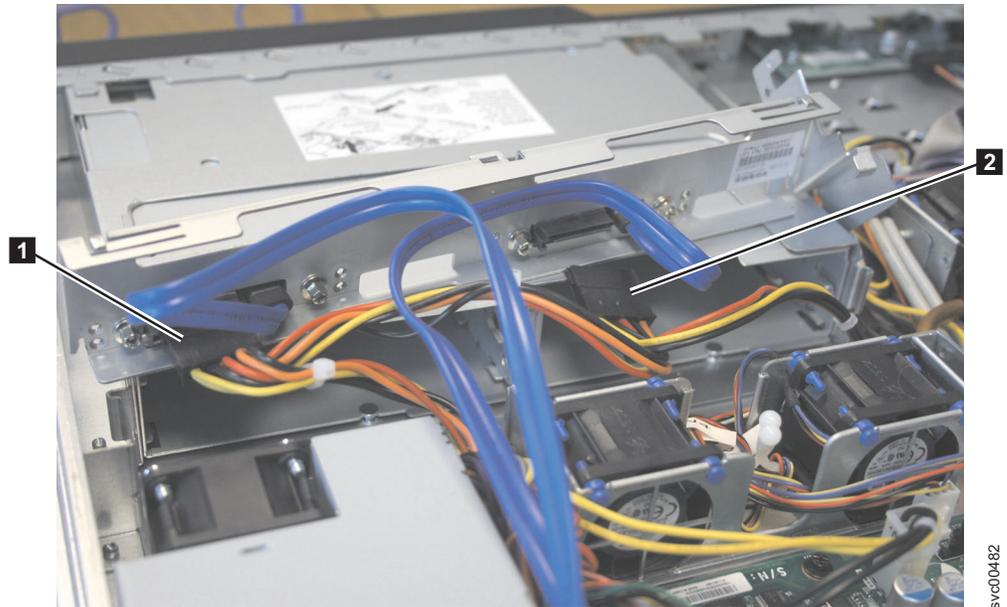

図 267. SAN ポリウレーム・コントローラー 2145-8A4 電源機構コネクタ
9. 327 ページの図 267 に示すように、電源コネクター P1 **1** と P6 **2** を取り外します。